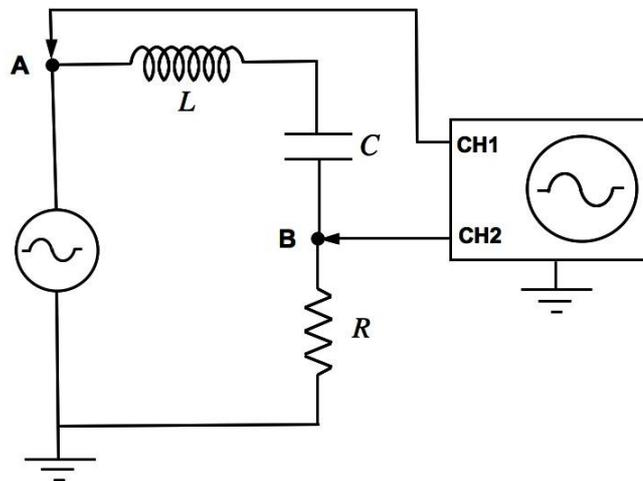

Figura 5: Circuito RLC usado nos experimentos do **Procedimento I**.
- 4) Monte o circuito da **Figura 5** abaixo com $R=1k\Omega$, $C=10nF$ e L com valor entre 5mH e 50mH. Meça o valor de R e anote os valores de R , L e C utilizados.
- 5) Utilizando o método da figura de Lissajous identifique a condição de ressonância do circuito e meça o período de ressonância T_R e sua respectiva incerteza. No modo de operação x-y, varie a frequência até que a elipse na tela do osciloscópio se transforme numa reta. A partir dessa condição determine a frequência de ressonância f_R e sua respectiva incerteza. Compare o valor de f_R calculado pela equação (6) e o medido.